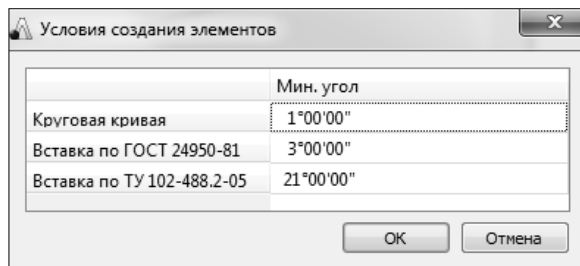

Рис. 10.2
- **Параметры выбора типа ВУ.** Ввод значений происходит в диалоге **Условия создания элементов** (рис. 10.2). В зависимости от заданных значений выполняется автоматический подбор типа ВУ.